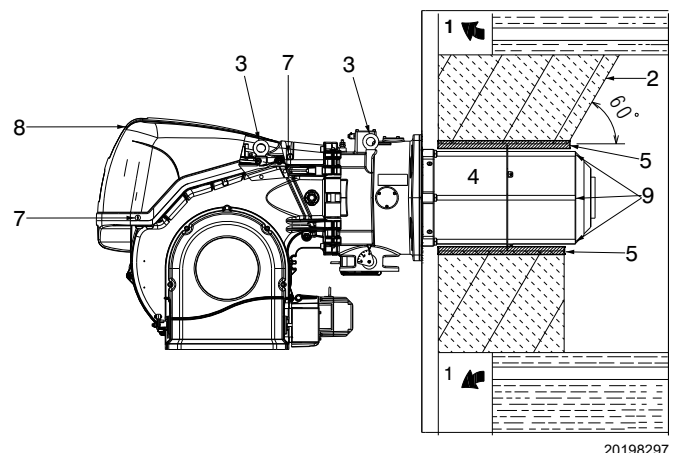

Abb. 14
Die Länge des Flammrohrs muss in jedem Fall größer als die Dicke der Kesseltür einschließlich feuerfestem Material sein. Für Heizkessel mit vorderem Abgaszugsystem 1)(Abb. 14) oder mit Flammenumkehrkammer muss eine Schutzschicht aus feuerfestem Material 5) zwischen feuerfestem Material des Kessels 2) und Flammrohr 4) vorgesehen werden.
Durch Einhaken an den Ringen 3)(Abb. 14) ein angemessenes Hebesystem vorbereiten, nachdem die Befestigungsschrauben 7) der Verkleidung 8) entfernt wurden.
- Den beige packten Hitzeschutz am Flammrohr 4)(Abb. 14) einpassen.
Bei der Befestigung des Brenners am Kessel besonders auf die äußeren Gasleitungen 9) (Abb. 14) achten, damit Beschädigungen vermieden werden.